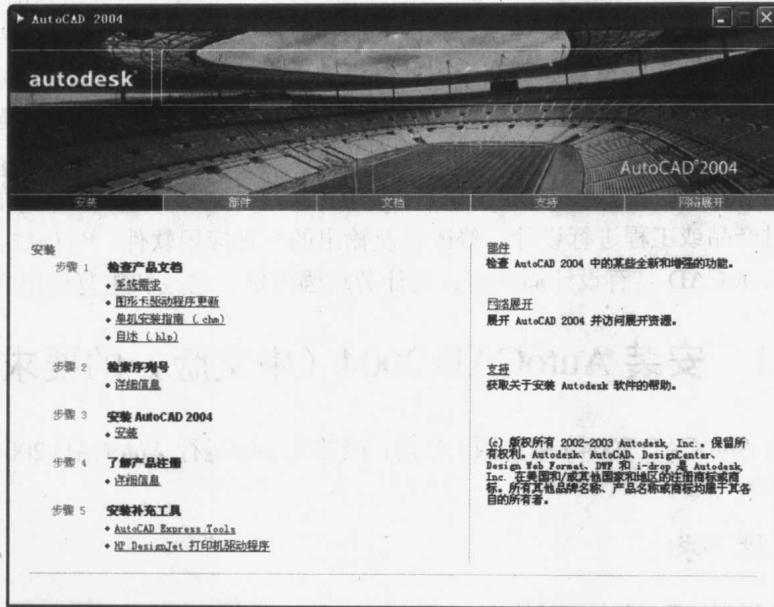

图 1-1 启动安装向导
3. 将 AutoCAD 2004 光盘放入光驱，计算机将自动运行安装程序，或运行光盘中的可执行安装文件“setup.exe”来启动安装程序。屏幕上出现 AutoCAD CD 浏览器，给用户提供安装界面，如图 1-1 所示。